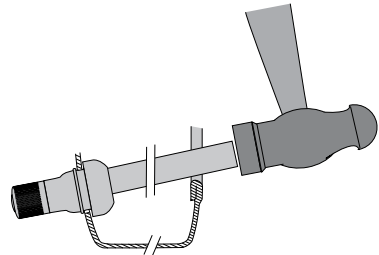

Figura 6 - Colocar la válvula con un golpeteo
9. Golpetee el extremo de la espiga rápidamente con un martillo para hacer encajar la válvula en la posición correcta. Asegúrese de que el hombro de la válvula quede asentado contra el cabezal del tanque (la rugosidad alrededor del cuerpo de la válvula debe pasar completamente a través del orificio en el cabezal del tanque – consulte la Figura 6).